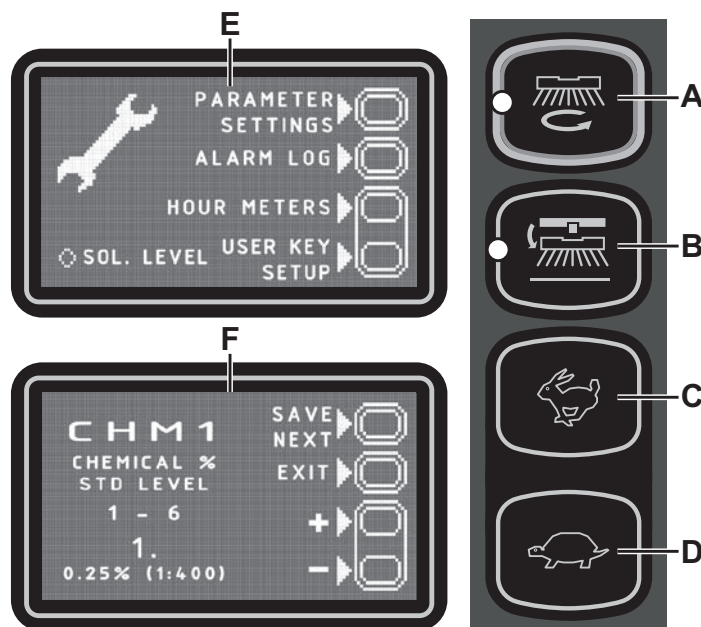

Figure 8
Écran principal (E, Fig. 8)
Écran paramètres de la machine (F, Fig. 8)
Pour revenir à l'écran principal (E, Fig. 8) appuyer plusieurs fois sur le bouton (A).
Pour revenir à l'écran principal (E, Fig. 8) appuyer sur le bouton (A).